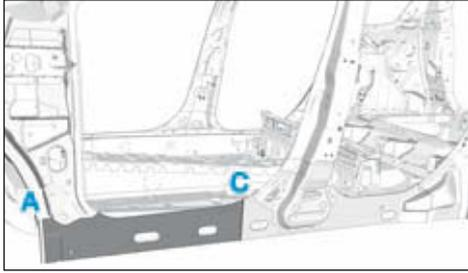

FIG.50
- Respecter les lignes de coupe (A) et (C) (Fig.50).